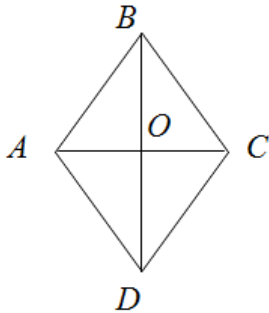

Рис.3 Ромб.
5. Что у ромба равно(Рис.3)?
6. Что у ромба перпендикулярно(Рис.3)?